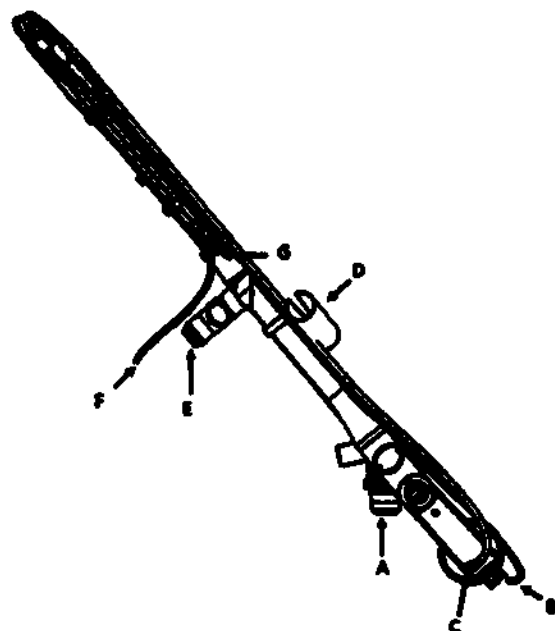

Рисунок 10— Манипулятор лазерной насадки, где:
- Манипулятор лазерной насадки (рисунок 10), включающий:*
- соединитель манипулятора с основным блоком (рисунок 10, поз. A);
- соединитель подачи воздуха: соединитель с основным блоком (рисунок 10, поз. B);
- соединитель наводки луча: соединитель с основным блоком (рисунок 10, поз. C);
- держатель насадки (рисунок 10, поз. D);
- соединитель манипулятора с насадкой (рисунок 10, поз. E);
- соединитель подачи воздуха: соединитель с насадкой (рисунок 10, поз. F);
- соединитель наводки луча: соединитель с насадкой (рисунок 10, поз. G).